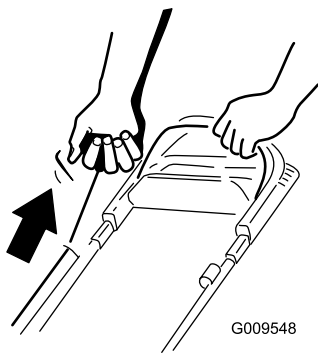

Bild 20
2. Ziehen Sie am Rücklaufstartergriff (Bild 20).
Hinweis: Ziehen Sie leicht am Rücklaufstartergriff, bis Sie einen Widerstand spüren. Ziehen Sie ihn dann kräftig durch (Bild 20). Lassen Sie das Seil langsam zum Holm zurücklaufen.